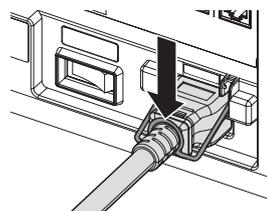

Abb. 4
- 4) **Halten Sie die Netzka... (Abb. 4)**